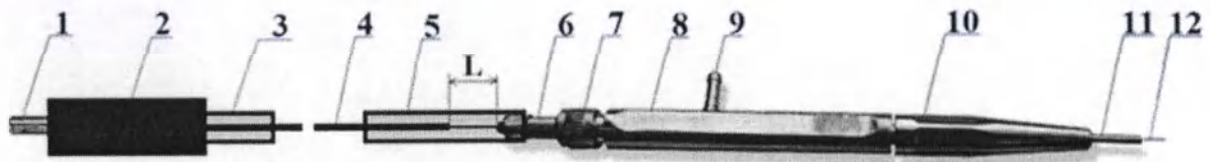

Рисунок 13 Схема и составные части световода
Присоединять световод к аппарату и отсоединять световод от аппарата следует, держась только за ручку 2 на световоде (смотри рисунок 13)!
10.2.7 Произведите дезинфекцию и предстерилизационную очистку фиксатора насадок 10 (смотри рисунок 13), снятого со световода, и насадки 11, которая будет установлена в световод для использования.
10.2.13 Снимите с входного разъема 1 световода (смотри рисунок 13) защитный колпачок, вставьте разъем в гнездо лазерного аппарата и зафиксируйте разъем вращением ручки 2 по часовой стрелке.
10.3.3 Выпрямите световод на участке защитной трубки 5 (смотри рисунок 13) и определите примерно, на каком расстоянии находится свободный торец защитной трубки 4 от торца втулки 6 (на рисунке 13 это расстояние обозначено буквой L).